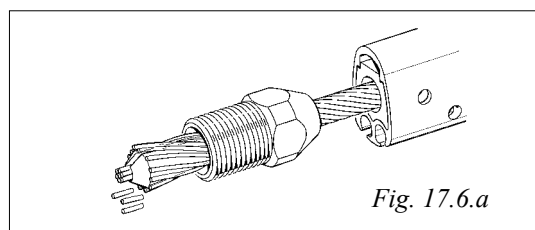

Fig. 17.6.a
6. Klipp alla wirekardeler, som ligger utanför konan jäms med bockningen. ( $\approx 5$  mm in på wiren) Se fig. 17.6.a.